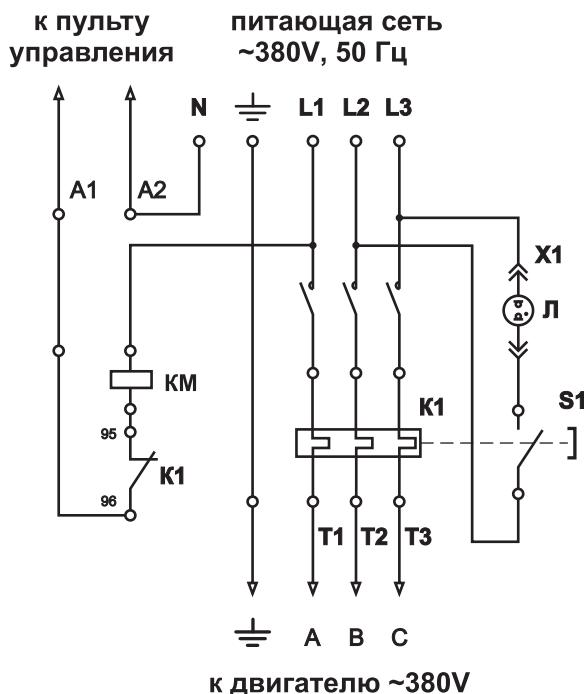
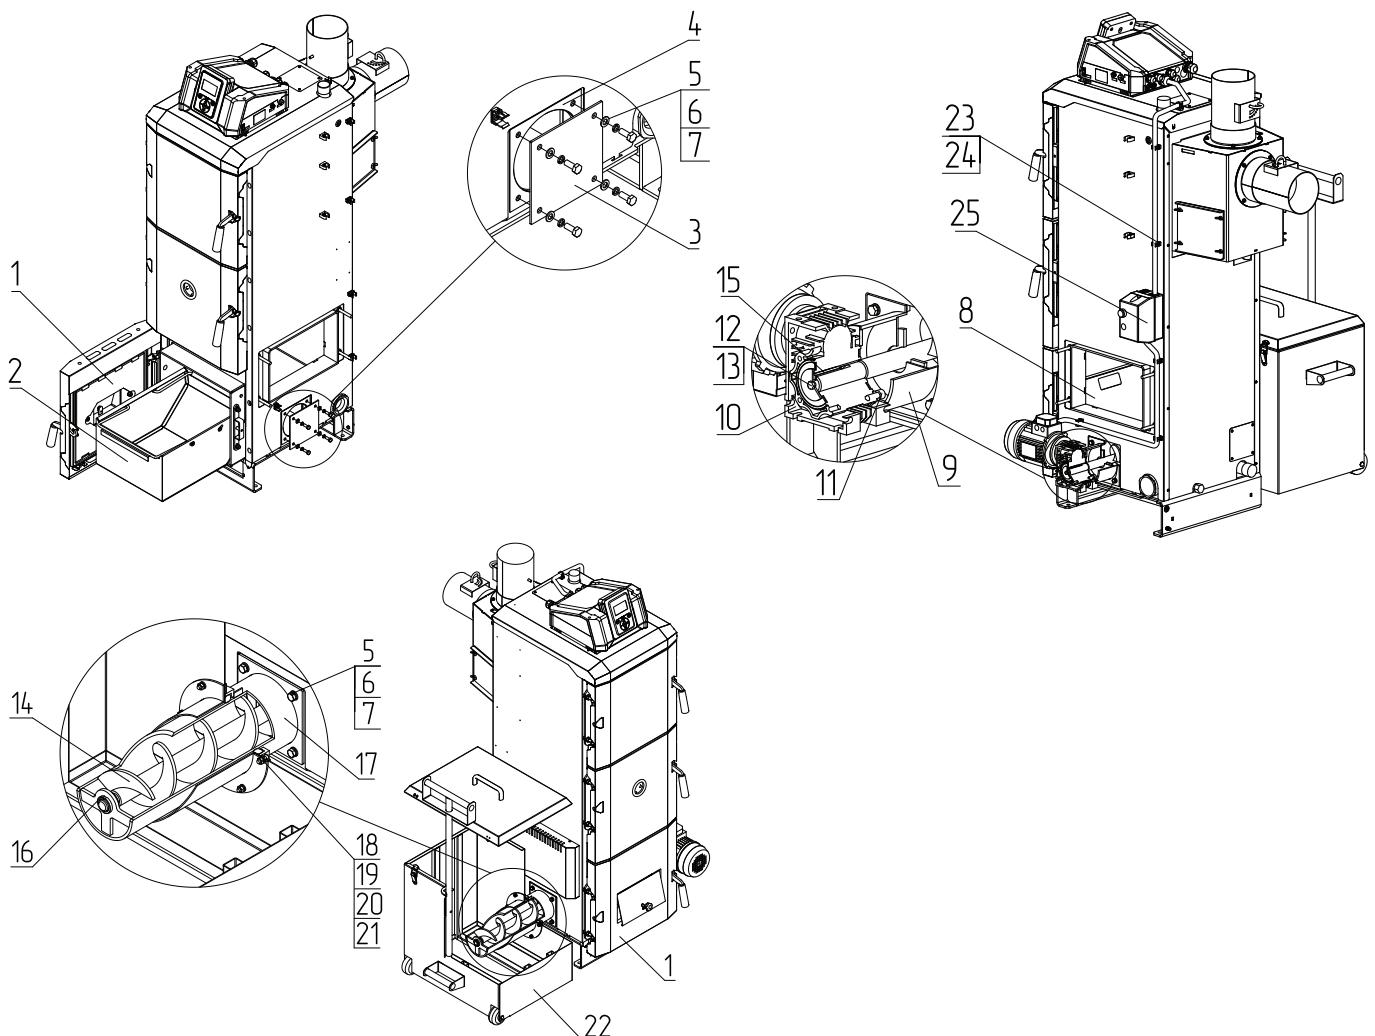
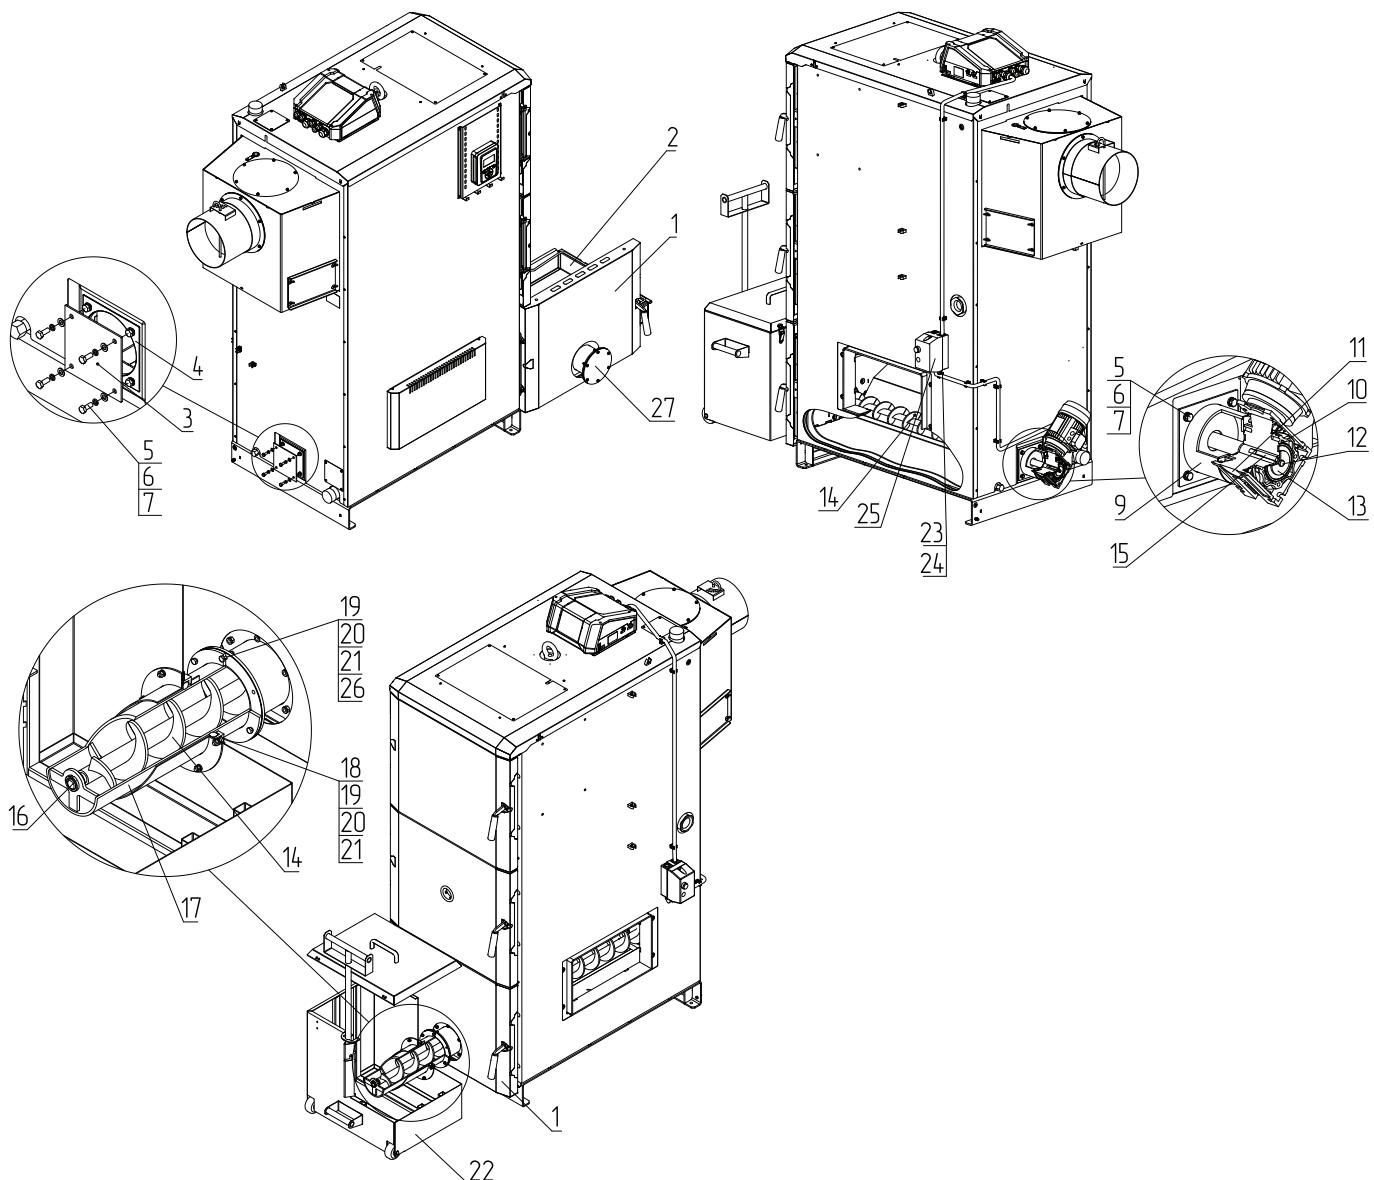

Рис.13 Схема подключения щита управления
Рис.14 Монтаж золоудаления котла ZOTA Stahanov 16-65 кВт кВт
Рис.15 Монтаж золоудаления котла ZOTA Stahanov 85-135 кВт
1. Откройте зольную дверцу (**Рис.14, Рис.15, поз.1**);
2. Извлеките зольный ящик (**Рис.14, Рис.15, поз.2**). В котлах ZOTA Stahanov 85-135 кВт зольных ящиков 2;
3. Снимите заглушки золоудаления (**Рис.14, Рис.15, поз.3**), выкрутив болты M8x20 (**Рис.14, Рис.15, поз.5**).
В котлах ZOTA Stahanov 85-135 кВт необходимо снять заглушку золоудаления фронтальную (**Рис.15, поз.27**);
4. Установите скаты золоудаления (**Рис.14, Рис.15, поз.8**);
5. Установите шнек (**Рис.14, Рис.15, поз.14**);
6. Соберите фланец (**Рис.14, Рис.15, поз.9**) с мотор-редуктором (**Рис.14, Рис.15, поз.10**) винтами M8x20 (**Рис.14, Рис.15, поз.11**);
7. Установите шпонку (**Рис.14, Рис.15, поз.15**);
8. Зафиксируйте шпонку болтом и шайбой фиксирующей (**Рис.14, Рис.15, поз.12, поз.13**);
9. Установите собранный элемент механизма золоудаления через прокладку (**Рис.14, Рис.15, поз.4**) и зафиксируйте болтами M8x20, шайбами и шайбами пружинными (**Рис.14, Рис.15, поз.5, поз.6, поз.7**), как показано на **Рис.13**;
10. Установите на противоположную сторону, вместо заглушки (**Рис.14, Рис.15, поз.3**), патрубок (**Рис.14, Рис.15, поз.17**), зафиксировав его болтами M8x20, шайбами и шайбами пружинными (**Рис.14, Рис.15, поз.5, поз.6, поз.7**);
11. Установить внешний зольный ящик (**Рис.14, Рис.15, поз.22**);
12. Закрепите хомут-клипсы на боковой стенке котла с помощью саморезов (**Рис.14, поз.24**);
13. Установите щит золоудаления (**Рис.14, Рис.15, поз.25**) на боковую стенку корпуса котла;
15. Закрепите гофрошланги от щита с помощью хомут-клипс (**Рис.14, Рис.15, поз.23**);
16. Подключите шнур управления от щита управления (**Рис.14, Рис.15, поз.25**) к разъему контроллера (см. паспорт и инструкцию по эксплуатации контроллеров ZOTA серии R-Line 230SFA и I-Line 223SFA);
17. Подключите шнур от щита управления к двигателю мотор-редуктора согласно монтажной схемы (**Рис.13**);